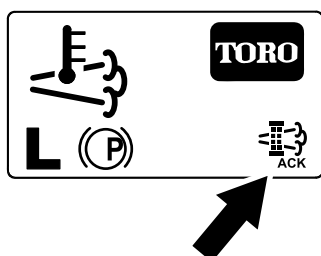

Рисунок 57
8. В ходе процесса регенерации дисплей инфо-центра показывает главный экран и в правом нижнем углу экрана отображается значок подтверждения регенерации (Рисунок 57).